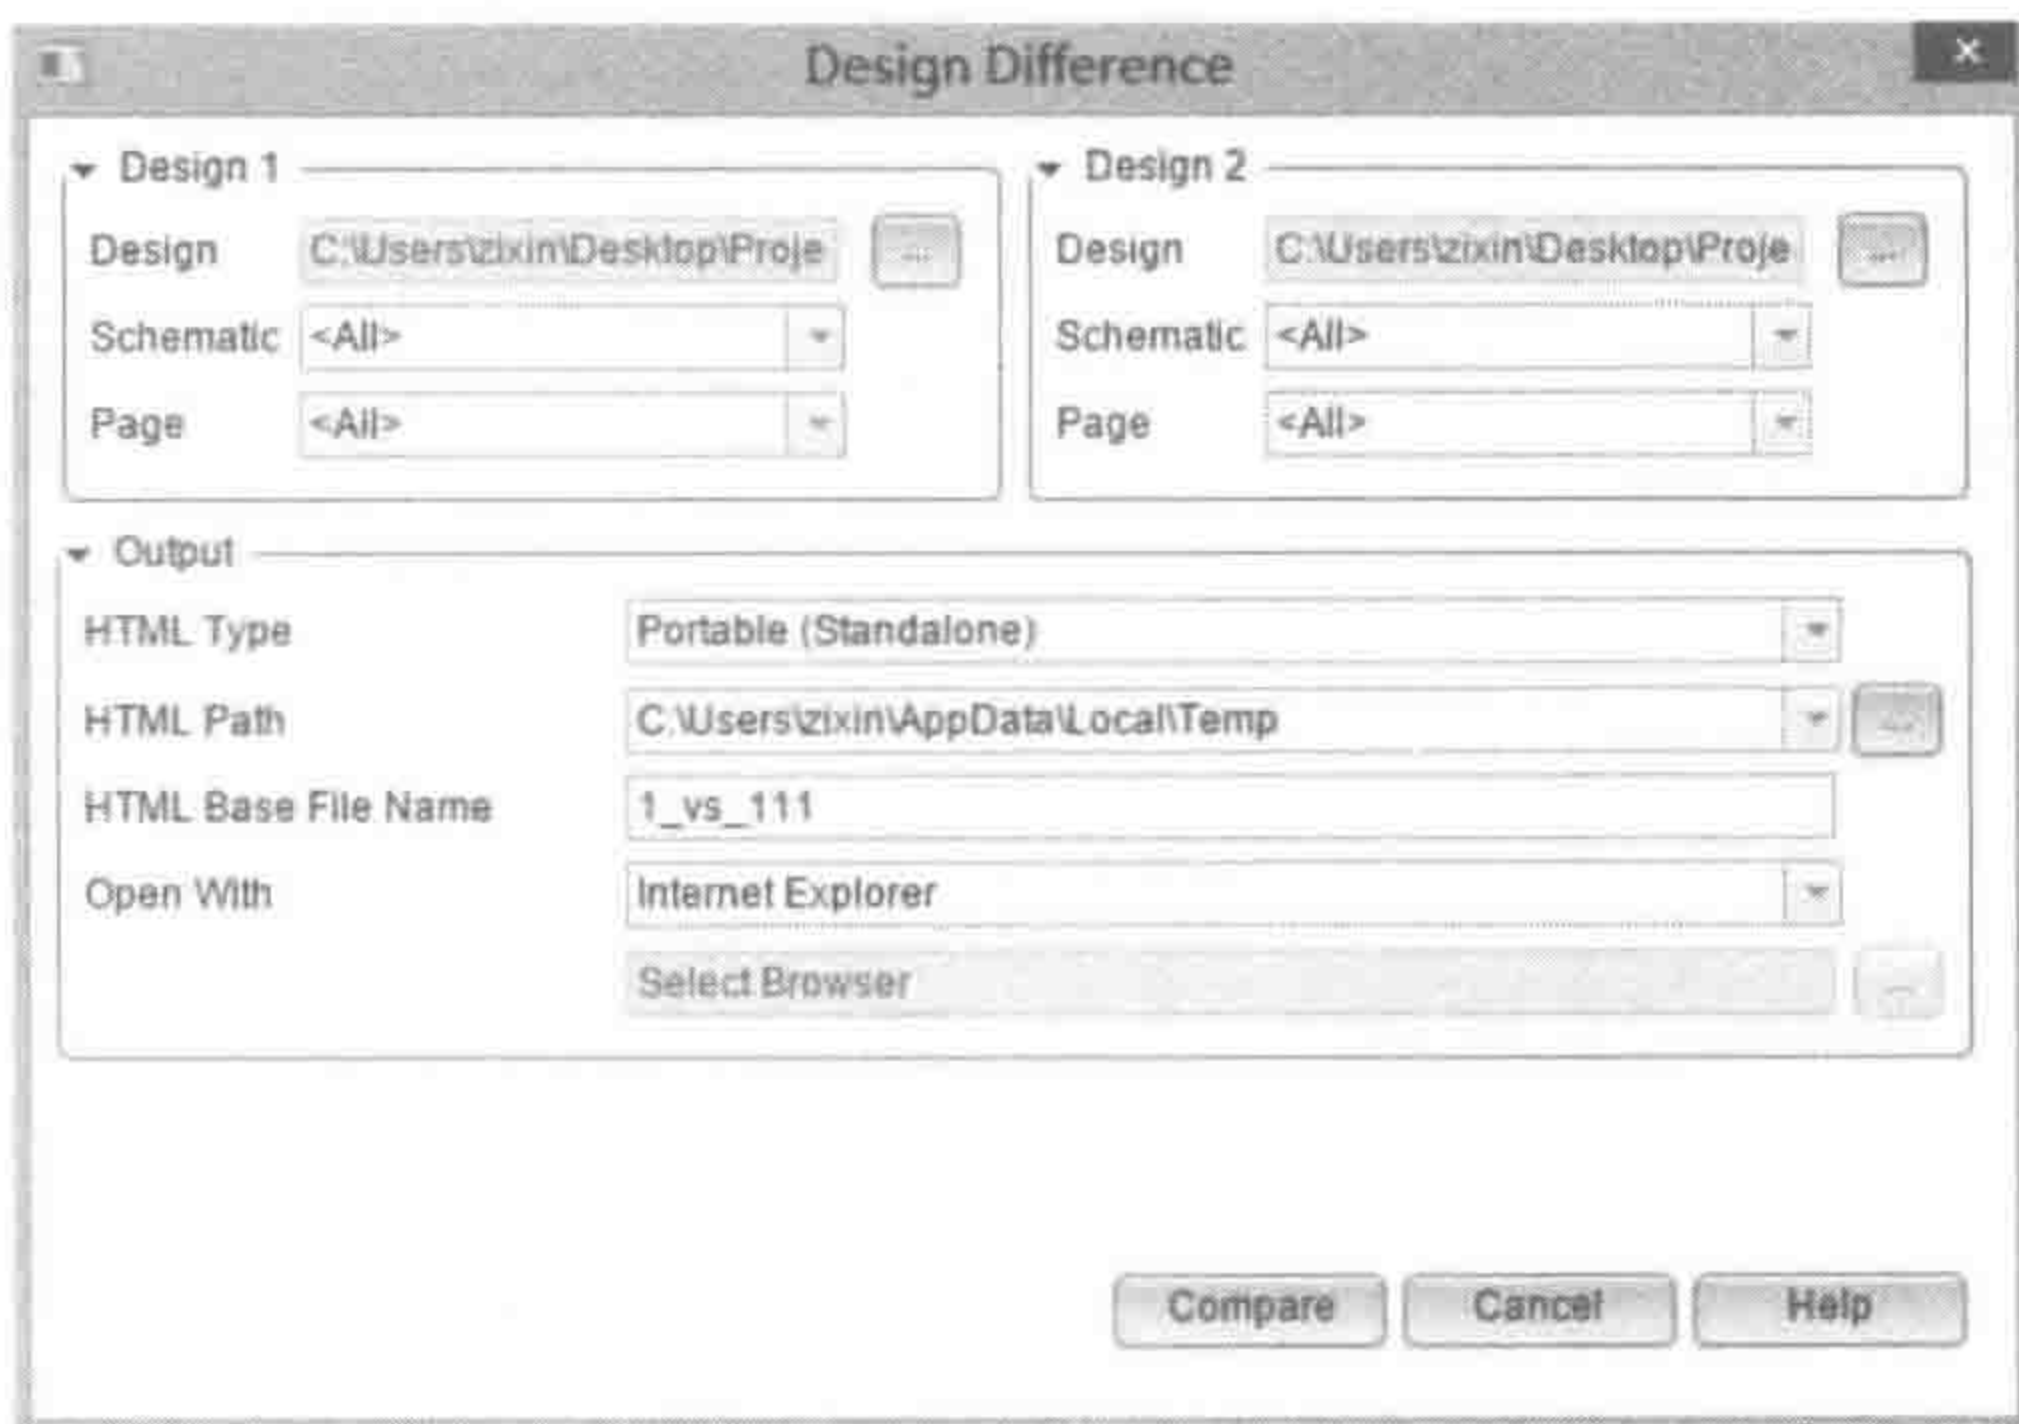

图 1-4-7 “Design Difference”界面
8) **电路图的差异比较** 当比较两幅电路图的差异时, 可以打开 OrCAD Capture, 执行命令“Tools”→“Compare Designs”, 弹出如图 1-4-7 所示的“Design Difference”对话框, 在“Design1”和“Design2”下的“Design”项中分别添加要进行比较的两幅电路图的保存路径, 然后单击“Compare”按钮, 弹出“Design Difference Summary”对话框, 单击“Show Details”按钮显示具体的比较结果信息, 如图 1-4-8 所示。